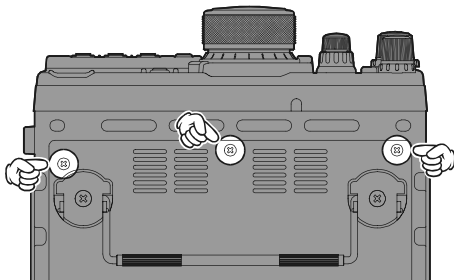

Abb. 1
2. 6 Schrauben (3 auf der Rückseite und 3 unten) entfernen, danach die untere Gehäuseabdeckung abnehmen (Abb. 1 und 2).